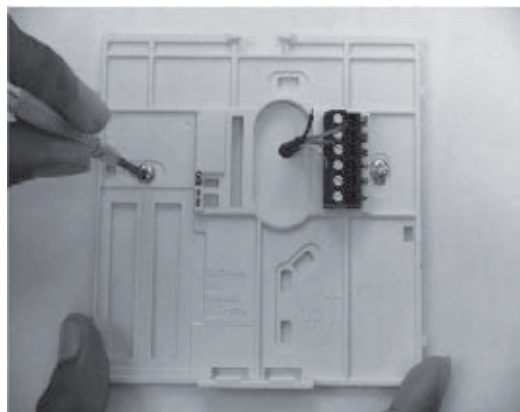

Fig. 1 - Fixation de la platine de support
4. Faire passer les câbles de l'unité NUI à travers le grand trou de la base de fixation. Nivelier la base de fixation contre le mur et marquer le mur pour percer 2 trous de fixation. Voir Fig. 1